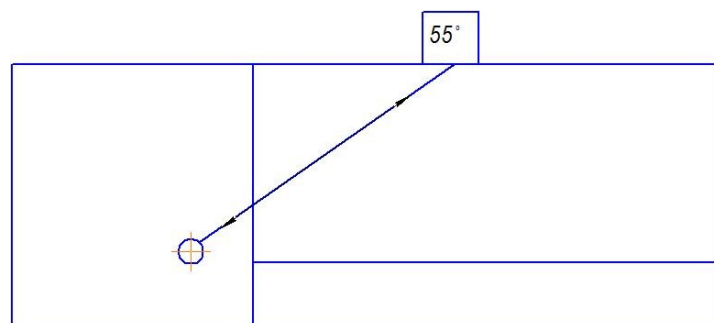

Рис. 7.14.1. Схема установки преобразователя на ОСО 32.006-2002 при проверке чувствительности по варианту BR4.
- установить ПЭП на ОСО 32.006-2002, как показано на Рис.7.14.1. и найти максимум эхосигнала от отверстия $\varnothing 6$ мм на глубине 44 мм;
- установить ПЭП на ОСО 32.006-2002 и найти максимум эхосигнала от отверстия $\varnothing 6$ мм, Рис.7.14.1;